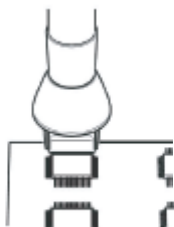

Fig. 7
- Chauffez uniformément le cadre en plomb (Fig. 7)